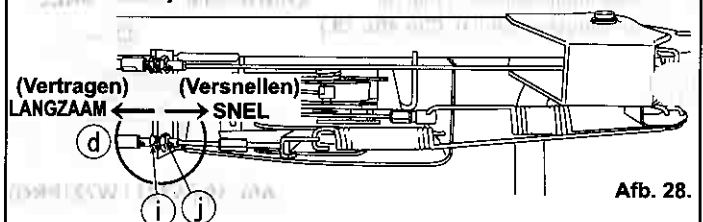

Afb. 27.
Stel de versnellingshandel (D) in op 1 - 3 mm zoals in. (Zie afb. 27.)